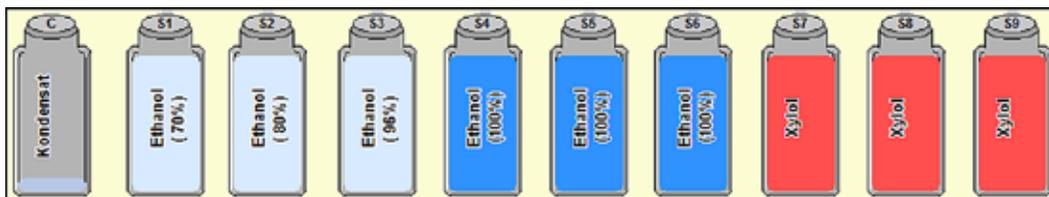

Abb. 50
- Die Systemflaschen tragen die Bezeichnungen „S1“ bis „S9“ und sind auf dem Bildschirm in einem eigenen Bereich zusammengefasst (Abb. 50). Links befindet sich die Kondensatflasche mit der Bezeichnung „C“.